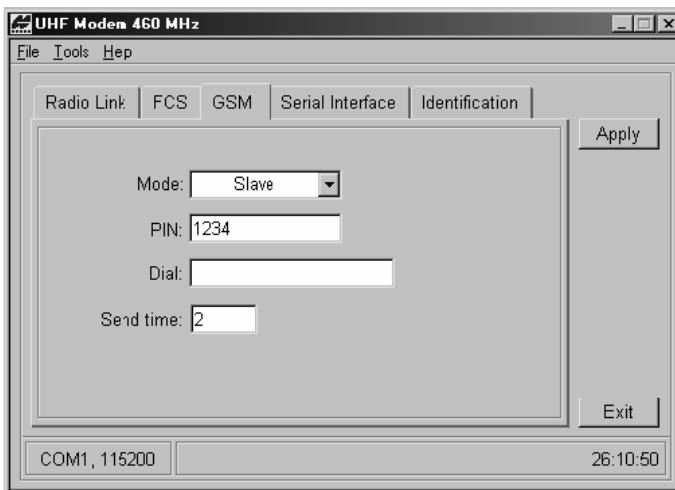

Рисунок 2-28. Пример выборы параметров GSM для базовой станции
5. На вкладке GSM (см. рис. 2-28 на стр. 2-38) введите следующие параметры: